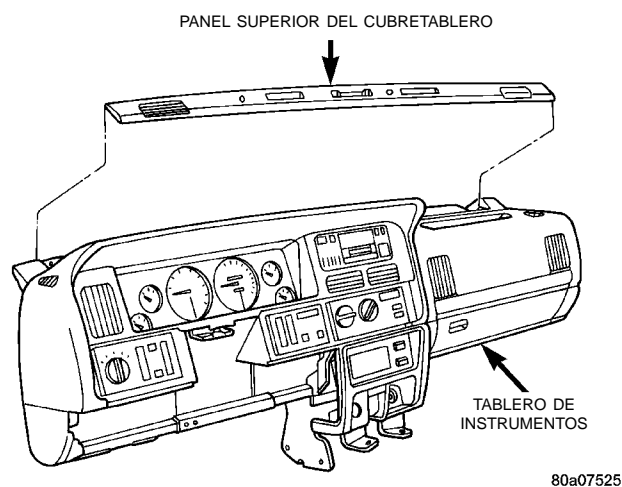

Fig. 42 Desmontaje/instalación del panel superior del cubretablero
- (1) Desconecte y aisle el cable negativo de la batería.
- (2) Con una varilla tapizada u otra herramienta adecuada de hoja plana y ancha, haga un suave movimiento de palanca sobre el borde del panel superior del cubretablero del tablero de instrumentos para desenganchar el collarín de retención de pinza (Fig. 42).